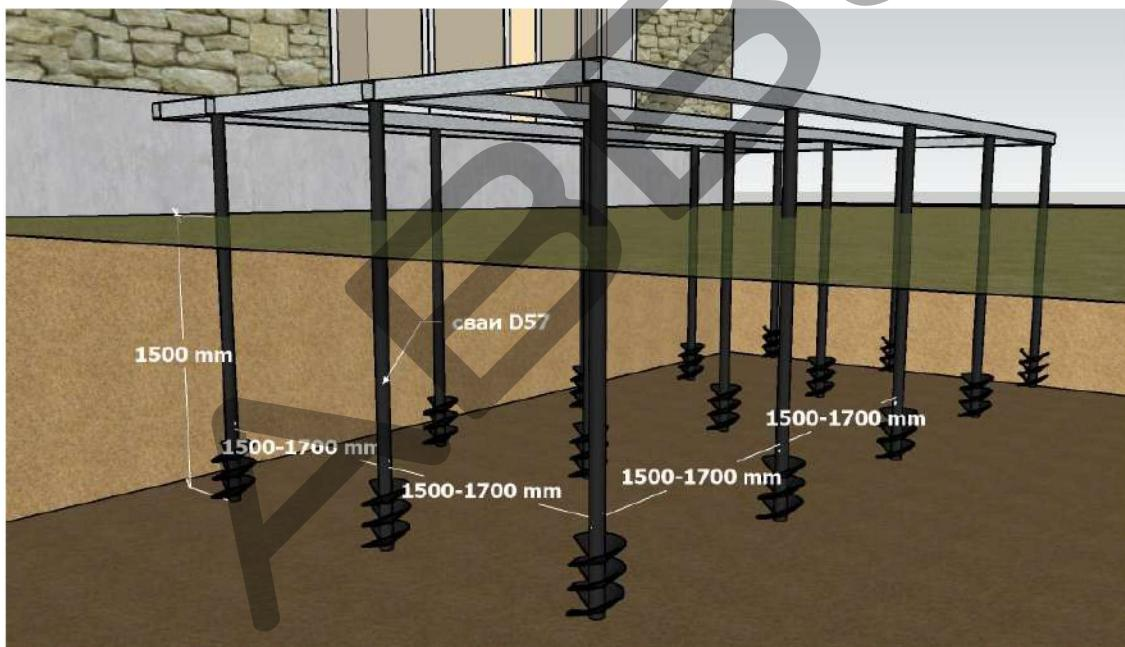

Рис.1
- 1.** При помощи сваекрута устанавливают винтовые сваи на глубину промерзания грунта (1500 мм) с шагом 1500-1700 мм (рис.1).
- 4.** Наваривают первый уровень каркаса (ростверк) из стального квадратного профиля 80x80x3 (рис.1).
- На ровное бетонное основание укладывают лаги из специального алюминиевого профиля с шагом не более 400 мм по центрам в направлении перпендикулярном направлению укладки доски (рис.1). В месте стыков торцов досок, лаги располагаются с каждой стороны от стыка на расстоянии не более 50 мм (рис.4).